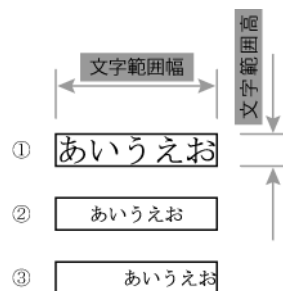

図 4-22 SXF で表現される文字列の描画
(1) 文字列の描画
SXF では、文字の大きさは文字範囲幅、文字範囲高および文字間隔で渡されています。しかし、1文字の幅や高さが指定されているわけではないため、文字列が図 4-22 の②や③のように描画される可能性があります。
SXF における、文字列範囲幅を 25mm、文字範囲高を 5mm、文字間隔を 0mm に指定した文字列の描画例を図 4-22に示します。